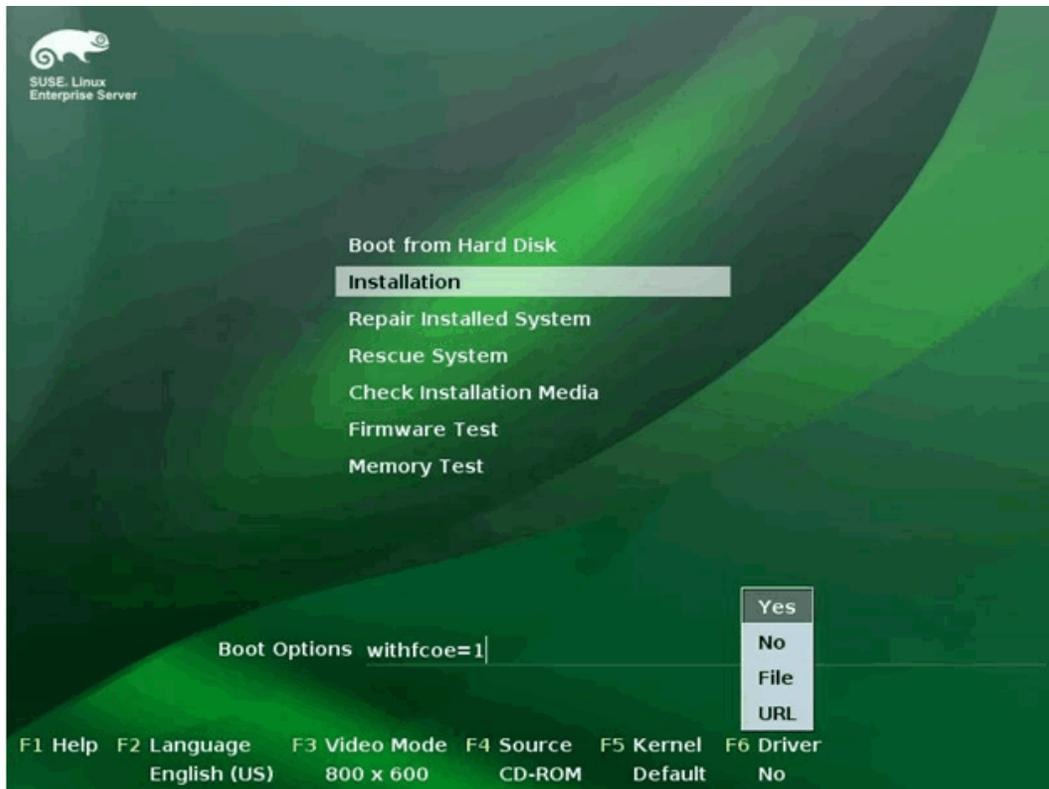

Ilustración 14-14. Inicio de la instalación SLES
- e. Haga clic en **Installation** (Instalación) para continuar (Ilustración 14-14).